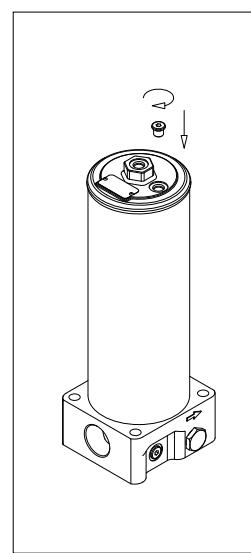

fig. 11
- (Fig. 11) Serrare immediatamente il tappo di sfiato